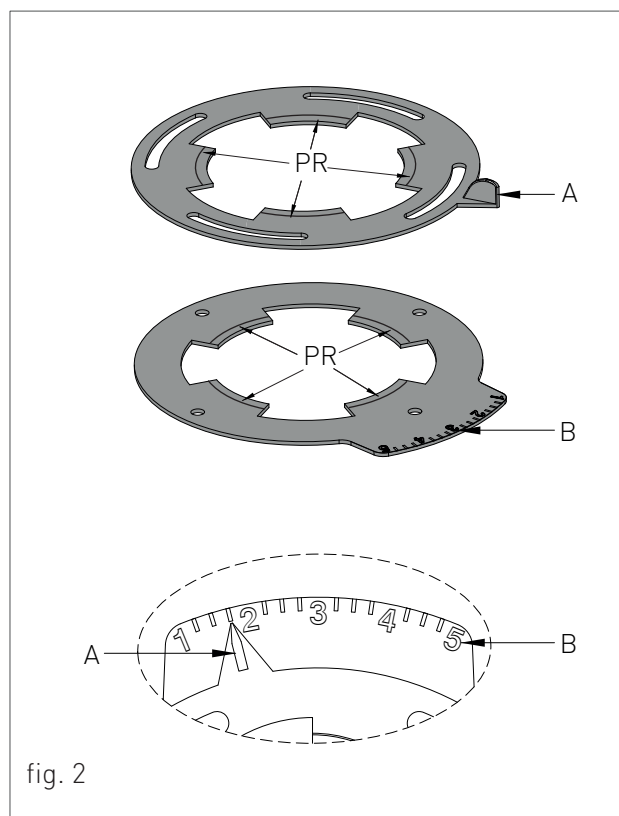

fig. 2
- > Il condotto di scarico deve essere perpendicolare con la parete interna opposta del camino o della canna fumaria (fig. 2).
Per effettuare la regolazione dei diaframmi procedere nel seguente modo (vedi fig.2):
- › Se venisse indicato: 'senza premarcature', bisognerà eliminare tutte le premarcature (PR-fig.2) presenti nei diaframmi.
- › Spostare l'indice di riferimento (A-fig.2) scorrendo sull'indice graduato (B-fig.2) secondo la regolazione da effettuare;